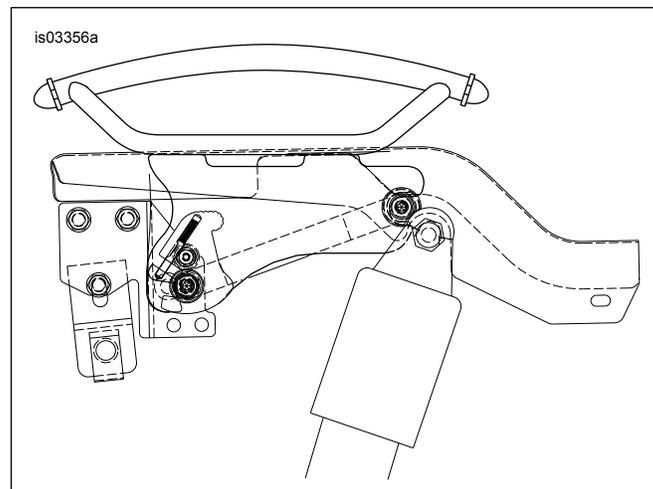
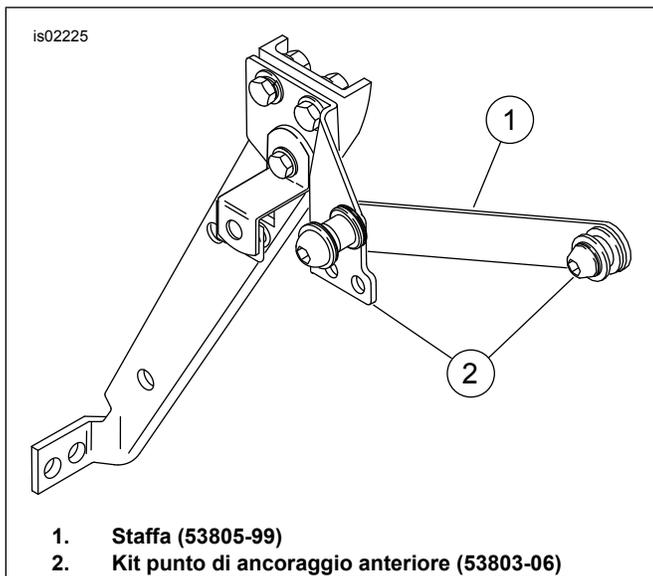

Figura 1. Portabagagli H-D Detachables per sella Solo
Figura 2. Kit punto di ancoraggio anteriore e staffa
- Vedere Figura 1 e Figura 2. Posizionare correttamente i punti di ancoraggio anteriore e posteriore. Installare la staffa (1) su ciascun lato, come illustrato.